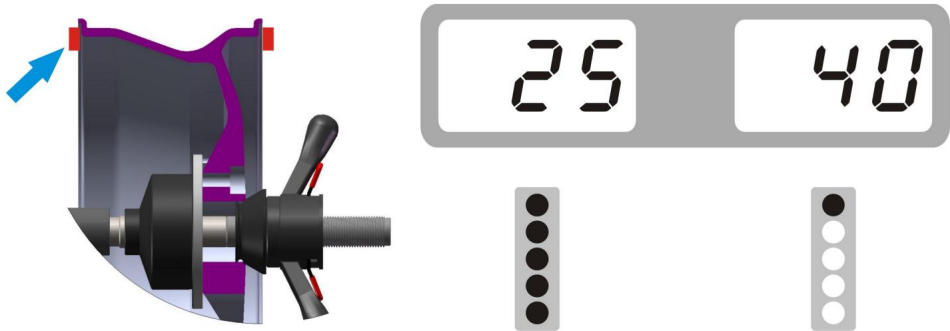

Abb. 4
4.1.7. Drehen Sie das Rad langsam gegen den Uhrzeigersinn, bis die linke LED vollständig leuchtet. 12-Uhr-Position (Abb.4)